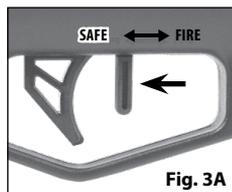

Fig. 3A
2. El seguro está en la posición SAFE (Seguro) y el arma de aire tiene el seguro activado ("ON SAFE") cuando la palanca del seguro está en la posición trasera "Safe" (cerca del gatillo) y ya no se puede mover más hacia atrás. (Fig. 3A).